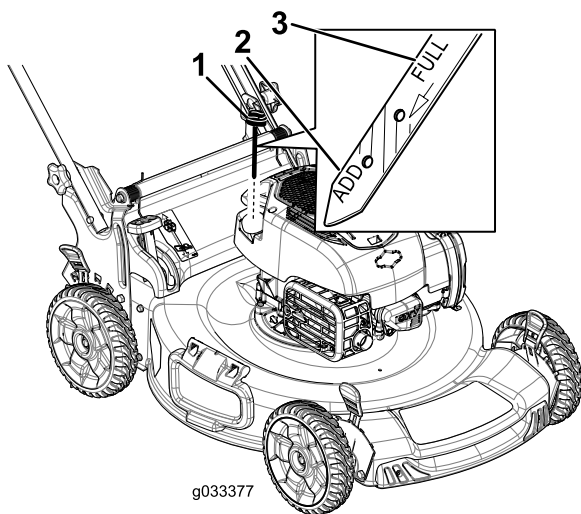

Рисунок 32
2. Извлеките масломерный щуп (Рисунок 32).
4. **Медленно** заливаете масло в маслозаливной патрубкок до соответствующей отметки **Full (Полный)** на масломерном щупе (Рисунок 32). **Не допускайте переполнения.**